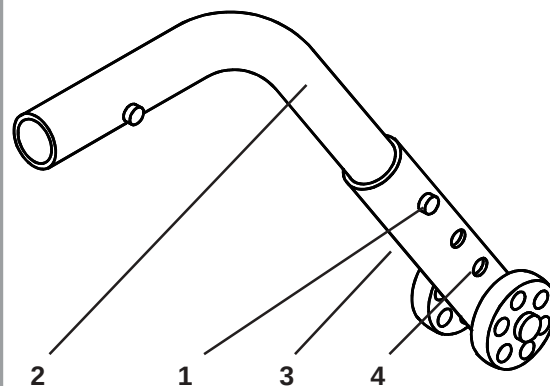

Fig. 32
Het anti-tip systeem (Fig. 32) kan in hoogte versteld worden, door de positioneerpennetjes (1) in de anti-tipbuis (2) in te drukken en de anti-tip geleiderbuis (3) in de gewenste positie te schuiven. Het positioneerpennetje springt naar buiten in het gewenste gat (4) in de geleiderbuis.